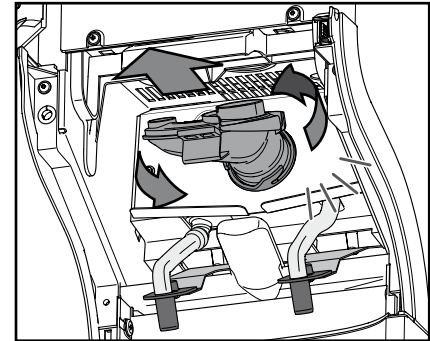

図28
ください。(図28)
- d. ミキシングボールを半時計方向に回して、ロックを解除し、シールリングと一緒に取り出してください。(図28)